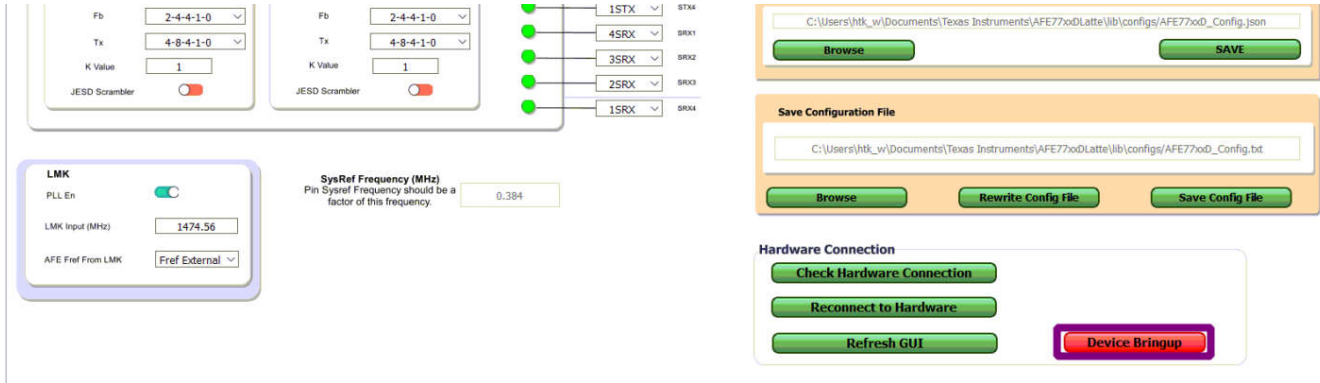

图 4-12. 器件启动，AFE77xxD-Params
18. 在 AFE77xxD GUI 上，应点击“AFE77xxD-Params”页面底部的“Device Bringup”按钮，开始配置 LMK04828 和 AFE7769D 芯片。图 4-12 显示了如何导航至相应的按钮。